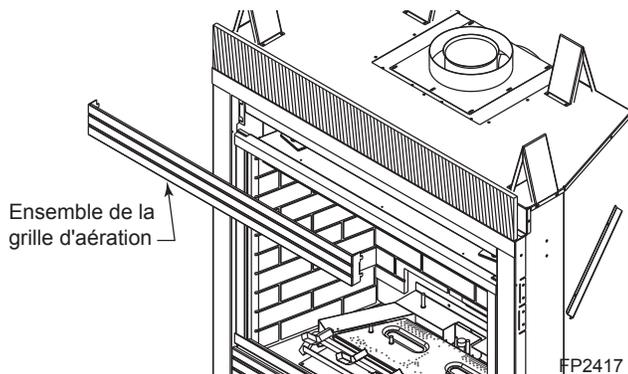

Figure 55 -
1. Décrochez l'ensemble de la grille d'aération supérieure. Mettez de côté. *Figure 55*